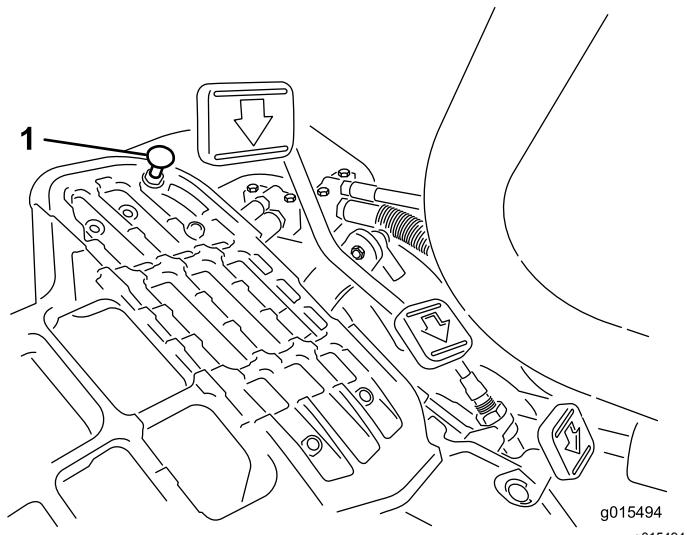

Figura 48
Pise el pedal de tracción. Si el pedal toca el tope (Figura 48) antes de que se note tensión en el cable, es necesario hacer un ajuste:
1. Afloje las contratuerca con arandela prensada que fijan el tope del pedal a la chapa de suelo (Figura 48).